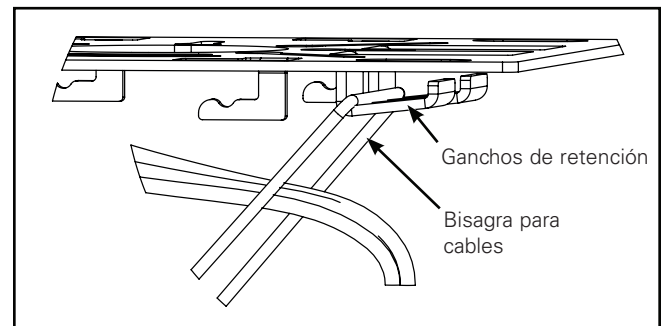

Figura 4.
5. Cuelgue la luminaria de la placa de montaje rápido por la bisagra para cables (Figura 4).